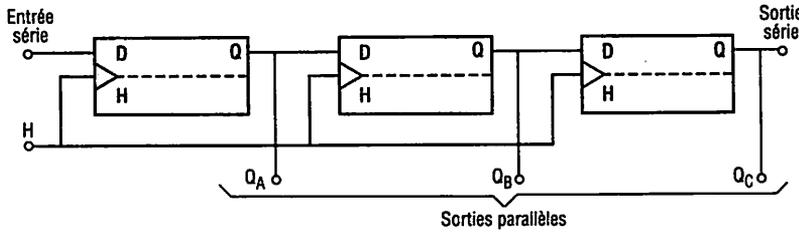

Fig. 4 : Registre à décalage ou à entrée série.
a) Schéma de principe (fig. 4)